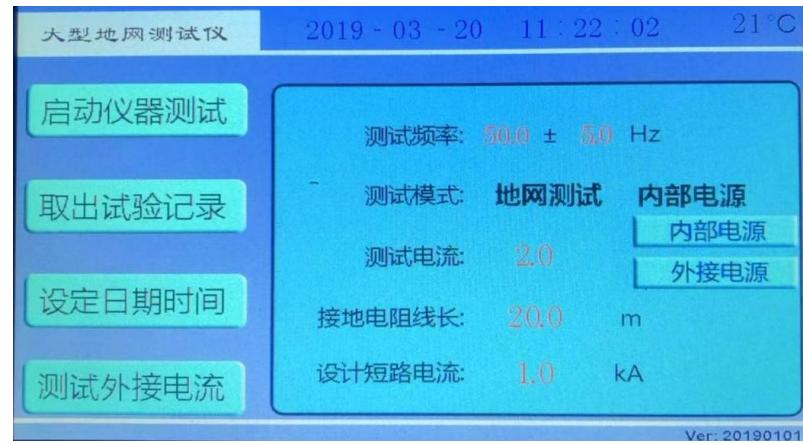

图 7 内外电源选择
3) 内部电源: 此处为下拉菜单，可以选择 内部电源，外接电源。 (图 7)